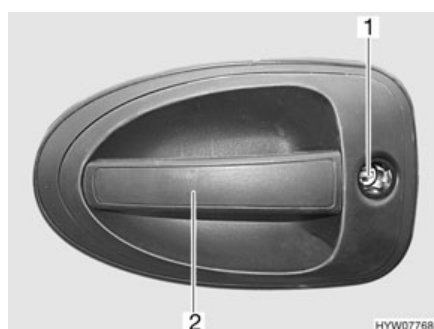

Fig. 34 Serrure de la porte cellule, à l'extérieur
- Insérer la clé dans le barillet (Fig. 34,1) et la tourner jusqu'à ce que la serrure de la porte soit déverrouillée.
- Tirer sur la poignée de la porte (Fig. 34,2). La porte est ouverte.
- Insérer la clé dans le barillet (Fig. 34,1) et la tourner jusqu'à ce que la serrure de la porte soit verrouillée.